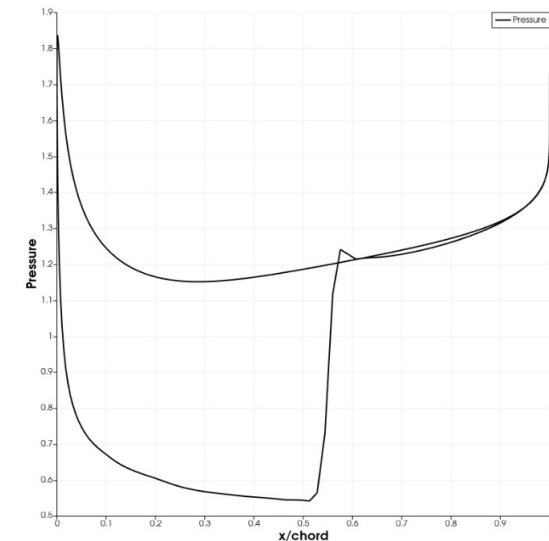

Fig. 13 Pressure Polt
- Fig. 12의 상부 표면 전방에서 국소 마하수는 빠르게 증가하며, Fig. 13 에서도 $x/c = 0 - 0.1$ 부근에서 상부 곡선이 급격히 상승하는 것을 확인할 수 있다.
- **Fig. 13 (Mach Plot):** 앞전 가속 - 초음속 구간 - 충격파 통과 후 아음속 전환의 흐름이 뚜렷이 나타났다.